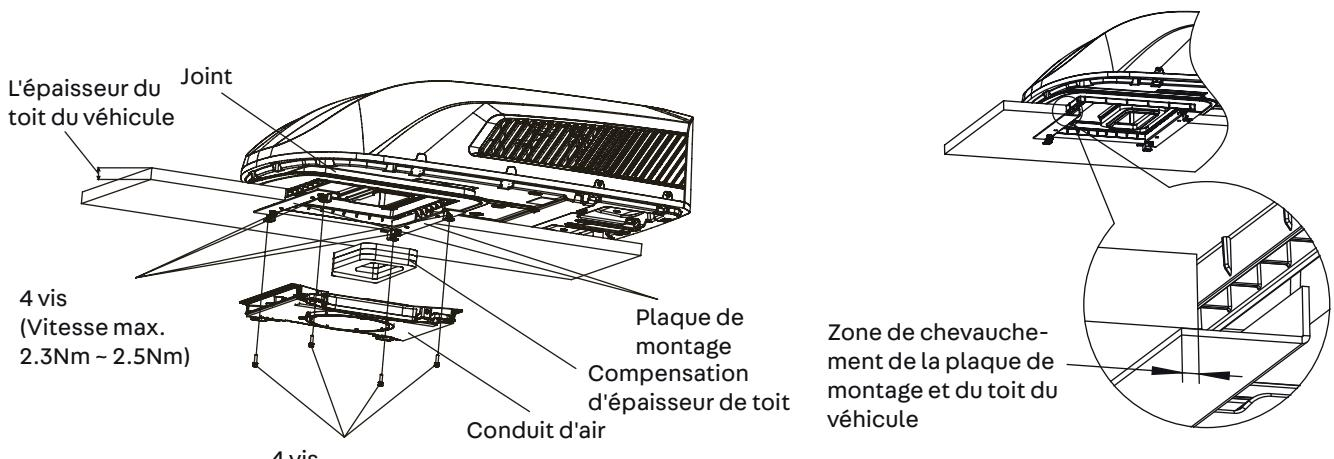

Figure 5
3. Placez ensuite le boîtier extérieur sur le toit du véhicule et alignez-le avec les ouvertures sur le toit du véhicule. Utilisez 2 ensembles de plaques de montage et 4 vis pour monter l'unité extérieure. Pour assembler le sous-ensemble de plaque de montage, les trous de ces 4 vis longues doivent être alignés avec les 4 trous de l'adaptateur, puis faites chevaucher les lignes droites supérieures du bord inférieur des deux plaques de montage sous le toit du véhicule. (voir figure 5).
6. Installez l'ensemble cadre d'espacement sur l'ensemble conduit d'air. Utilisez 4 vis pour fixer l'ensemble conduit d'air à la plaque de montage. Après avoir connecté l'unité extérieure à l'unité intérieure, vérifiez si l'ensemble du cadre d'espacement s'est desserré (voir Fig. 5).